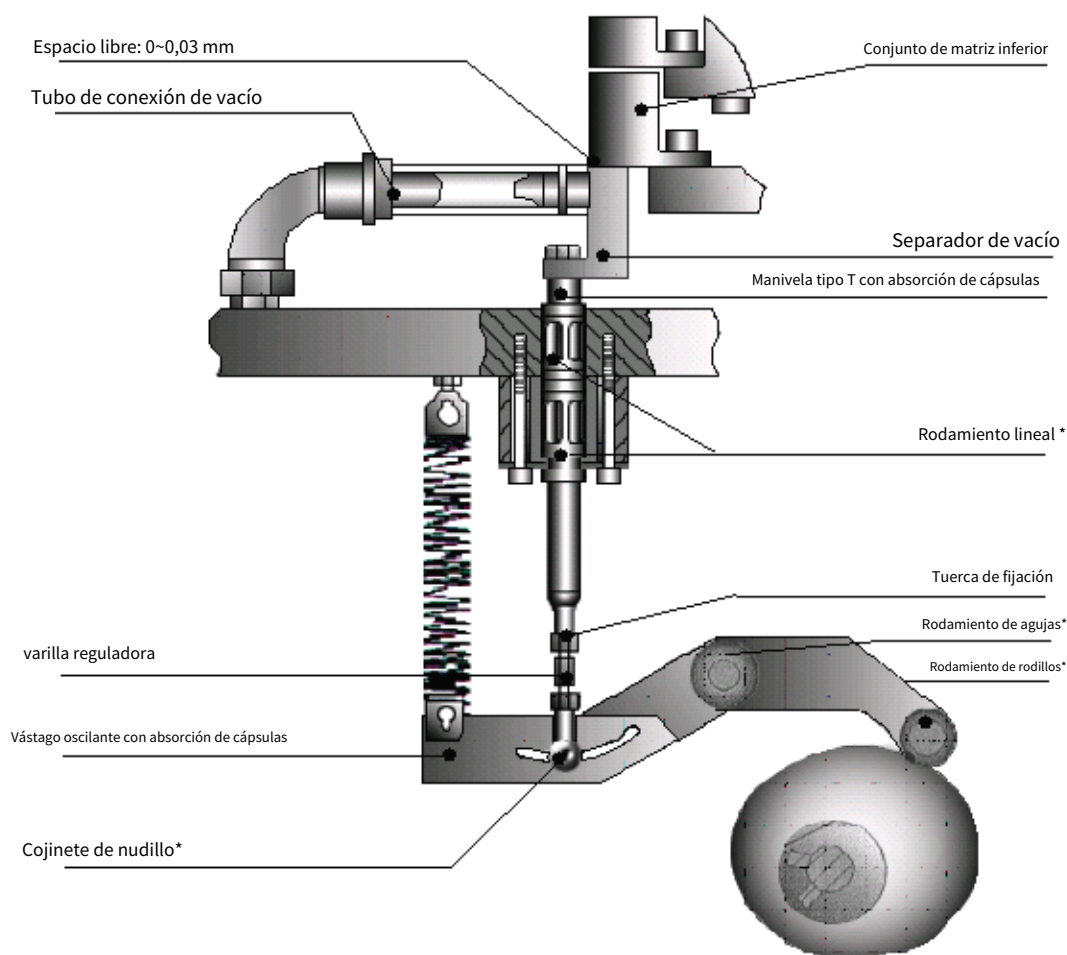

Fig. 15 Ajuste de la altura del separador por vacío
5.2.3 Ajuste del separador de vacío (consulte la Fig. 15)